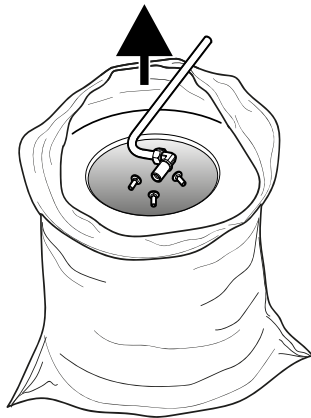

Fig. 22
10. Retirez les boulons de carrosserie et le tube à air de la cartouche de filtre (**Fig. 22**) pour les remonter sur le nouveau filtre à cartouche.